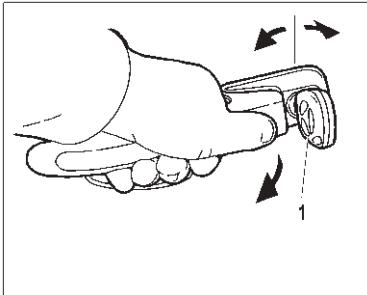
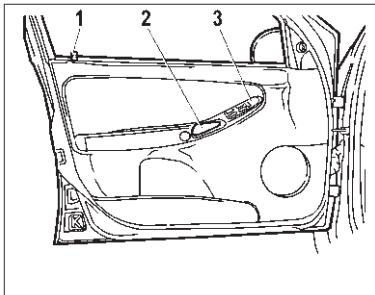

Рис. 3. Открывание двери
Рис. 4. Передняя левая дверь
**Передние двери** блокируются: снаружи – ключом 1 (рис. 3) или пультом дистанционного управления; изнутри – нажатием на кнопку 1 (рис. 4, 5) в двери и **в вариантом исполнении** на кнопку  в блоке переключателей (рис. 6а). Блокировать замок можно только при закрытых дверях.